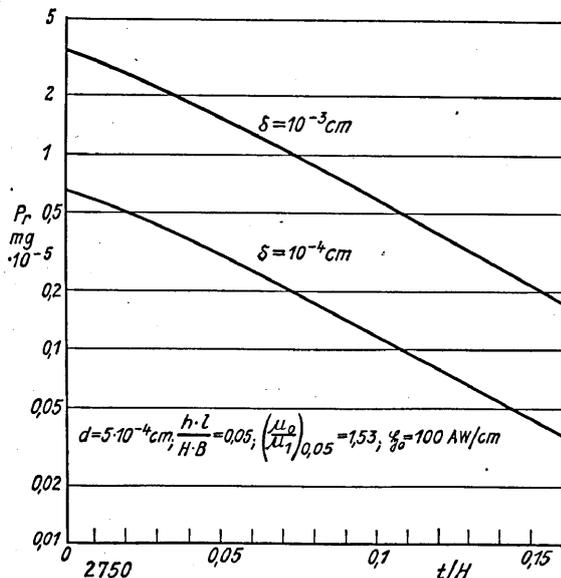

Abb. 7. Richtkraft in Abhängigkeit von der relativen Querschnittschwächung. Zeichnung: Reichs-Röntgenstelle
c) **Einfluß der Querschnittschwächung.** Wie sich die Richtkraft mit der relativen Querschnittschwächung ändert, zeigt Abb. 7 für zwei verschiedene Rißbreiten. Bei gleicher relativer Querschnittschwächung ( $h \cdot l : H \cdot B$ ) bleibt die Richtkraft unabhängig von der Querschnittgröße des Prüflings.4) An kleinen Prüfkörpern sind also unter sonst gleichen Verhältnissen erheblich feinere Fehler nachweisbar als bei Stücken großen Querschnitts.